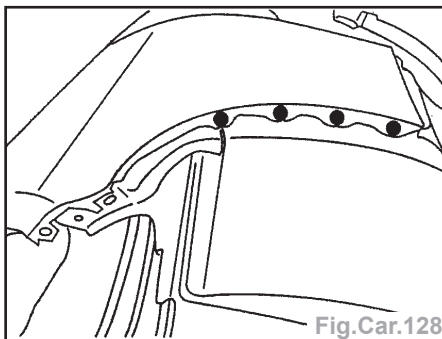

Fig.Car.128
- par points bouchons au MIG et meuler (Fig.Car.128).